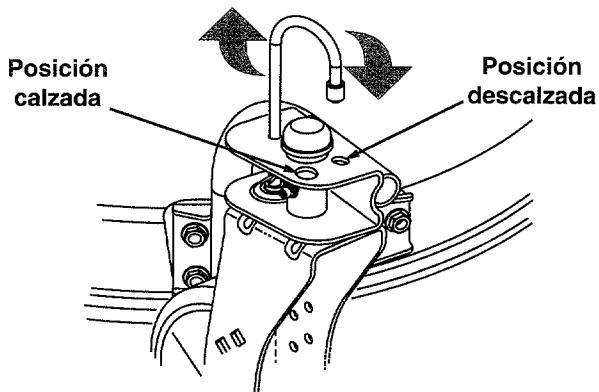

Figura 8
- Ceve tres veces. Vea la Figura 8. Espere dos segundos aproximadamente entre cada cebado. Cebe cinco veces en tiempo frío alrededor de 55\_F o menor. Despues de un apagado breve **no cebe para volver a arrancar un motor**.
- **Para calzar las ruedas:** Levante y coloque la clavija de calce en el orificio más grande de cada rueda. Vea la Figura 8.
• **Para descalzar las ruedas:** Levante y coloque la clavija de calce en el orificio más pequeño para permitir que las ruedas giren libremente. Vea la Figura 8.